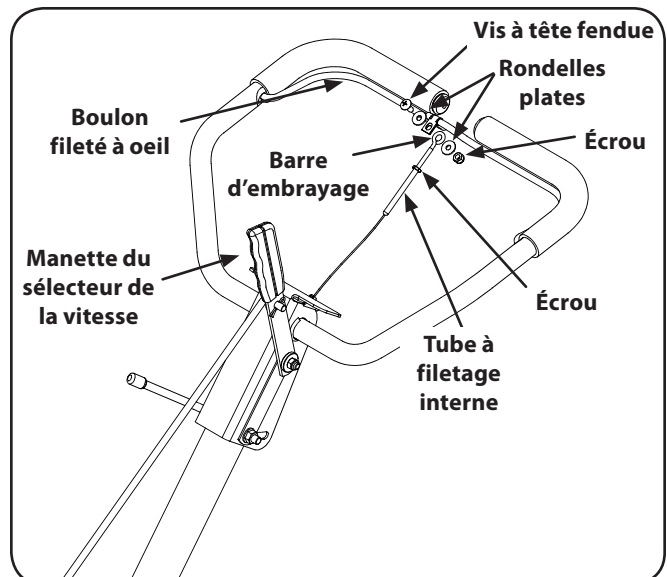

Figure 3-4
4. Enlevez la vis à tête fendue, l'écrou et les deux rondelles plates de la barre d'embrayage. Voir la Figure 3-4.
6. Filetez le boulon à oeil et l'écrou retirés au paragraphe 1, dans le tube à filetage interne à l'extrémité du câble. Enfoncez environ 3/4 po de filetage. Serrez l'écrou contre le tube à l'extrémité du câble. Voir la Figure 3-4.